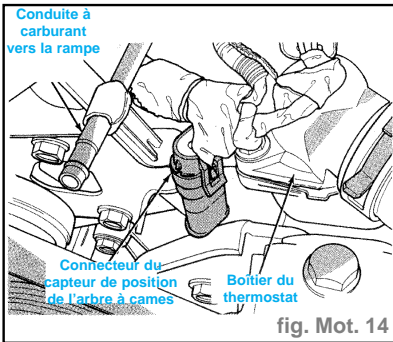

fig. Mot. 14
- vérifier que le connecteur électrique du capteur de position de l'arbre à cames est connecté au faisceau et n'est pas endommagé (fig. Mot. 14),